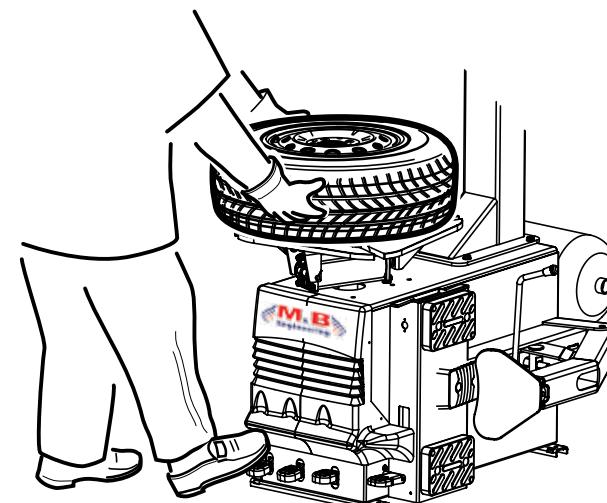

fig.38
- sollevare il pneumatico verso l'alto con entrambe le mani, permettendo all'aria (che fuori esce dai fori delle corsie) di "entrare" fra cerchio e pneumatico (fig.38).
- spingere il pedale di gonfiaggio (I) fino a fine corsa, per ottenere la fuoriuscita dell'aria dalle corsie e, allo stesso tempo, rilasciare il pneumatico per consentire l'intallonamento.
N.B.: qualora il pneumatico non si "intalloni" ripetere scrupolosamente le operazioni suddette. Una volta intallonato il pneumatico, continuare l'operazione di gonfiaggio, premendo il pedale di gonfiaggio (I) nella posizione intermedia, fino a raggiungere la pressione desiderata.
- Raise the tyre with both hands to allow the air (which comes out of the tracks) to get between rim and tyre (fig. 38).
- Press the inflation pedal (I) completely down to obtain the air output frothe tracks. At the same time release the tyre to allow the beading in.
- soulever des deux mains le pneu vers le haut, permettant à l'air (qui sort des orifices de la voie de "pénétrer" entre la jante et le pneu (fig.38).
- presser sur la pédale de gonflage (I) jusqu'à la fin de la course, pour permettre la sortie de l'air des voies et en même temps, libérer le pneu pour en permettre l'intalonnement.
- den Reifen mit beiden Händen hochheben, damit so die Luft (die aus den Öffnungen der Gänge austritt) zwischen Felgen und Reifen "eindringen" kann (Abb. 38).
- das Aufpumppedal (I) bis Umlaufende betätigen, damit die Luft aus den Gängen ausströmt und gleichzeitig den Reifen herunterlassen, um so die Einwulstung zu ermöglichen.
- Levante el neumático hacia arriba con ambas manos, consentiendo al aire (que sale por los orificios de los recorridos) de entrar entre llanta y neumático (fig. 38).
- Apriete el pedal de hinchamiento (I) hasta el tope del recorrido, para obtener la salida del aire de los recorridos y contemporáneamente relaje el neumático para consentir su talonamiento.